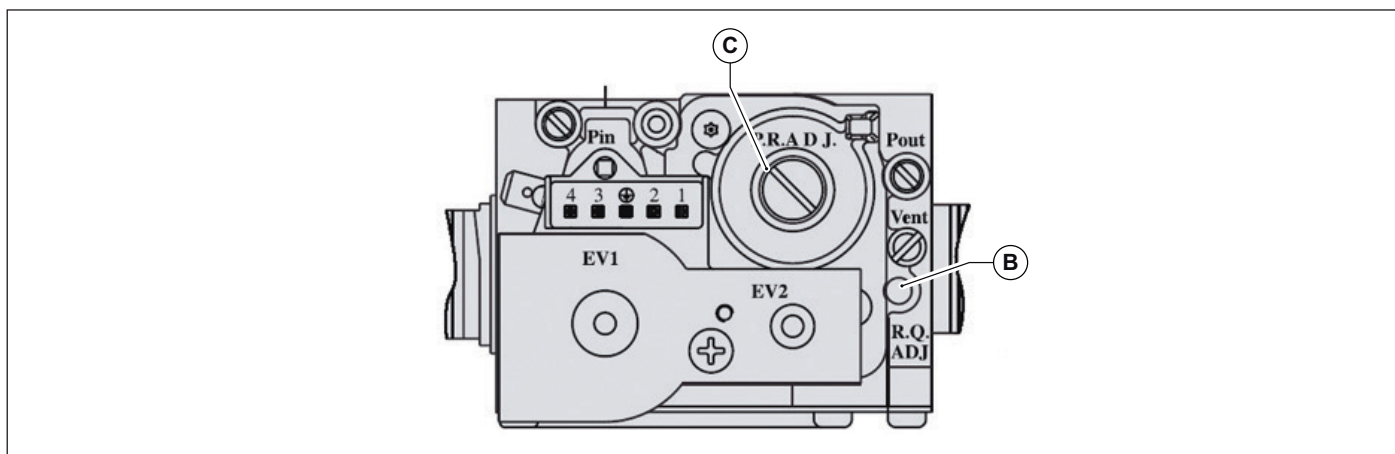

Fig. 30 Regolazione valore anidride carbonica
- Regolare il valore dell'anidride carbonica (CO₂) nei fumi ruotando il regolatore di rapporto **B** (vedi Fig. 30 Regolazione valore anidride carbonica) e assicurarsi che rientri nei limiti della Tab. 22 Valori di CO₂ nei fumi. Lasciare la caldaia in modalità spazzacamino e portarsi al passo successivo di regolazione alla potenza minima.
- Regolare il valore dell'anidride carbonica (CO₂) nei fumi ruotando il regolatore di offset **C** (vedi Fig. 30 Regolazione valore anidride carbonica) e assicurarsi che rientri nei limiti della Tab. 22 Valori di CO₂ nei fumi.